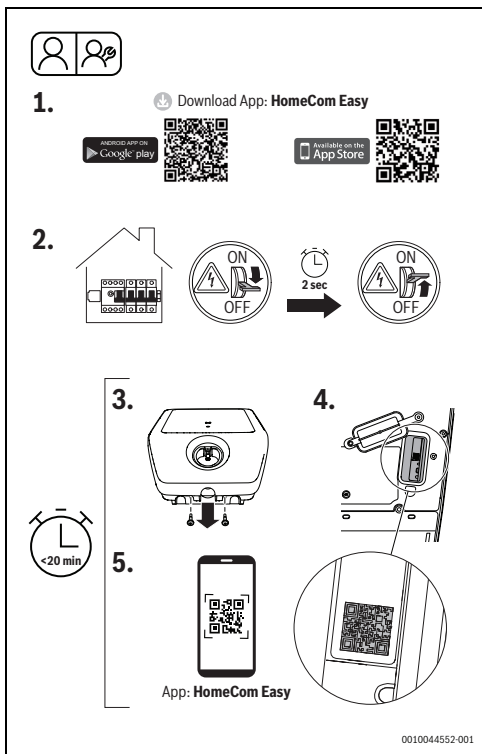

Fig. 355 HomeCom Easy
- ▶ Slå av Power Charge 7000i på instrumentbordet for strømforsyningen, vent i to sekunder, og slå det på igjen (fig. 355, trinn [2]).
- ▶ Løsne de to skruene på frontdekslet (fig. 355, trinn [3]).